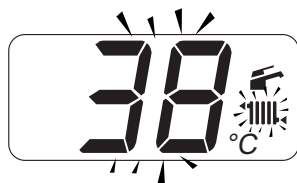

Figura 2.7
- il valore di "set" della temperatura dell'acqua calda di mandata riscaldamento ed il simbolo , lampeggiano. Il fondo del display appare illuminato (Figura 2.7).
- il valore di "set" dell'acqua calda sanitaria ed il simbolo  lampeggiano. Il fondo del display appare illuminato (Figura 2.7).